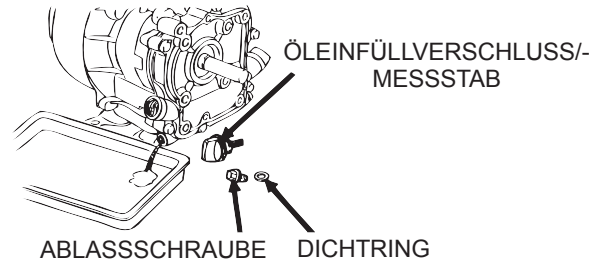

Abbildung 18. Ablassen des Motoröls
1. Das Öl ablassen, wenn es **warm** ist, siehe Abb. 18.